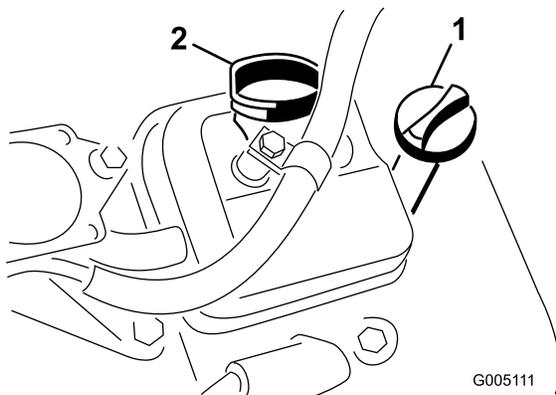

図 25
3. ディップスティックを、チューブの根元までもう一度しっかりと差し込む図 25。